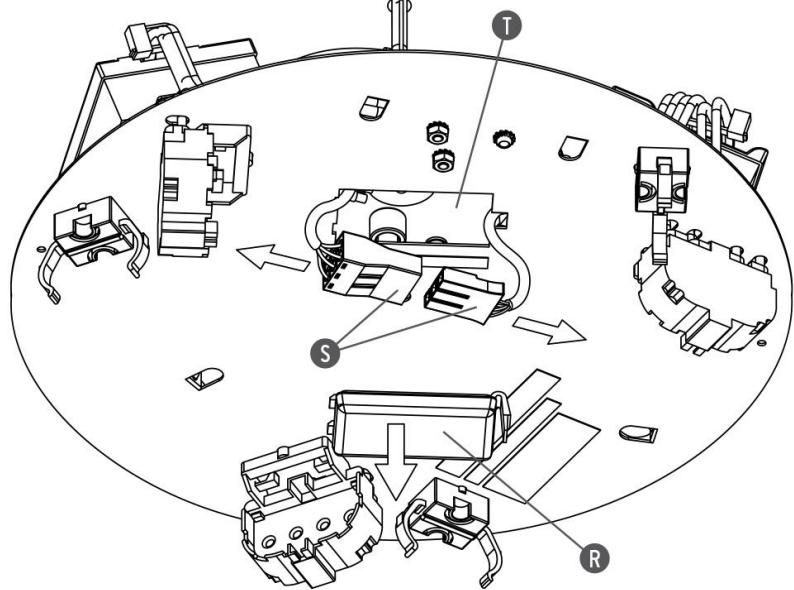

Fig. 7
<GB> Fig.7 VERSION ECO USA - WARNING! Each time the apparatus must be handled in order to replace components (ballast, etc.), disconnect the live feed from the power pack proceeding as follows: remove the protection (R), pull out the connector (S) from the opening (T) and disconnect the male from the female; when the replacement has been done, reconnect the connector (S), reposition it inside the opening (T), then replace the protection (R).
<FR> Fig.7 VERSION ECO USA - AVERTISSEMENT! Chaque fois que l'on intervient sur l'appareil pour remplacer des composants (ballast, etc.), il faut couper l'alimentation électrique aux alimentateurs en procédant de la manière suivante: retirer la protection (R), extraire le connecteur (S) de l'ouverture (T) et débrancher la fiche mâle de la fiche femelle; une fois le remplacement effectué, rebrancher le connecteur (S), le remettre dans l'ouverture (T), et remonter alors la protection (R).
<ES> Fig.7 VERSIÓN ECO USA - ¡ADVERTENCIA! Cada vez que se interviene en el equipo para la sustitución de los componentes (balasto, etc.), es necesario desconectar la alimentación eléctrica de los alimentadores actuando tal y como se especifica a continuación: quitar la protección (R), extraer el conector (S) de la apertura (T) y desconectar el macho de la hembra. Una vez realizada la sustitución, volver a conectar el conector (S), volver a colocarlo en el interior de la apertura (T) y, por último, volver a montar la protección (R).
<J> 図7. ECO USA バージョン 警告! 器具構成部品の取り替え(脚荷等)の際は、以下の手順に従って電気プラグの接続を外す必要があります: 保護(R)を外し、コネクタ(S)を隙間(T)から取り出し、コネクタの差し込み部分をもう一方のコネクタから外します。部品交換終了後、コネクタ(S)を再び接続し、コネクタを内部の溝(T)に配置し、保護(R)を取り付けます。